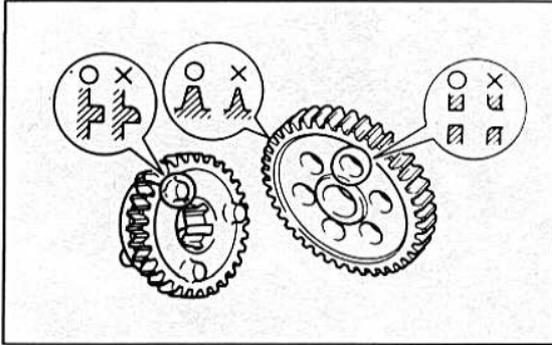

Bild 247
- Die Getriebewelle auf Schlag prüfen (Bild 247). Der zulässige Schlag darf 0,08 mm be- tragen.